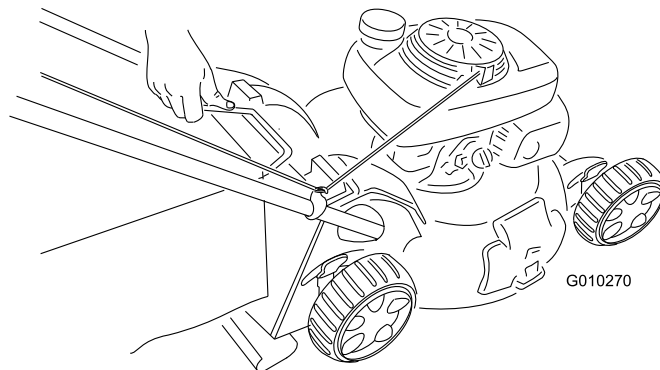

Figure 31
2. Soulevez le bac à herbe par la poignée pour le dégager des rainures en haut de la machine et le retirer (Figure 31).